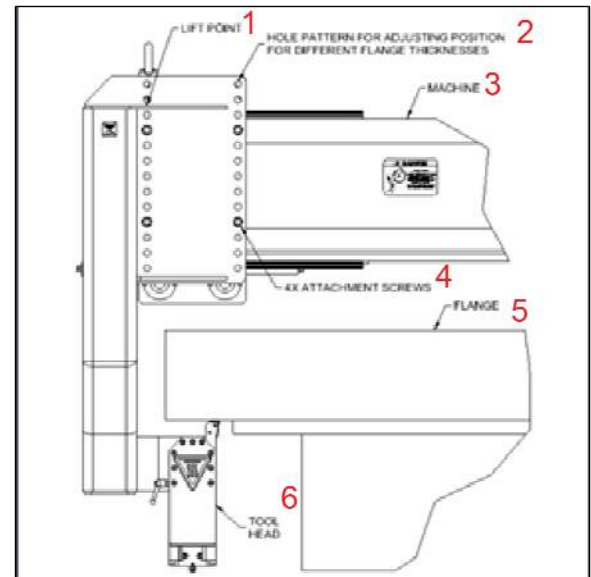

Abbildung 22 Rückseitige Befestigung auf Flansch
3. Positionieren Sie den Dreharm gemäß dem Werkstückflanschdurchmesser (siehe Abbildung 22).